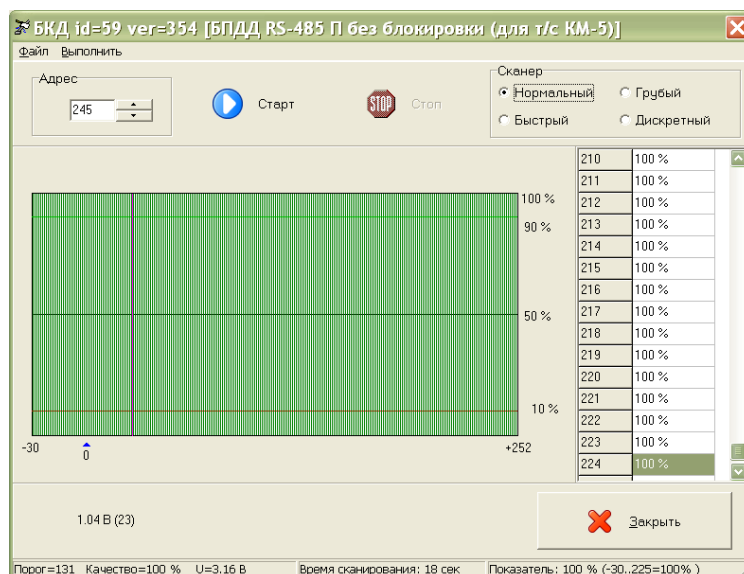

Рисунок 26
- 4) Установить режим работы сканера «Нормальный» и нажать кнопку «Старт». Проверить качество связи в СОС-95 между БКД-М и адресным устройством (рисунок 26). Для исправного УСЛ-П качество связи должно быть 100% на всем диапазоне порогов приема ИПЛ мастер-устройства.